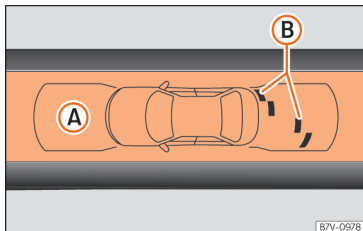

Fig. 249 Indicazione dell'OPS sul display: (A) è stato rilevato un ostacolo nel segmento; (B) zona registrata davanti al veicolo.
La zona in cui vengono rilevati ostacoli si estende davanti al veicolo fino a una distanza di 120 cm e di fianco fino a 60 cm » **fig. 249** (B). La zona posteriore analizzata arriva fino a
Il grafico rappresenta le zone perlustrate in vari segmenti. Man mano che il veicolo si avvicina a un ostacolo, si avvicina il segmento al veicolo rappresentato » **fig. 248** (B) e » **fig. 249** (A). Avvicinandosi al penultimo segmento, si arriva alla zona di collisione. **Fermarsi!**